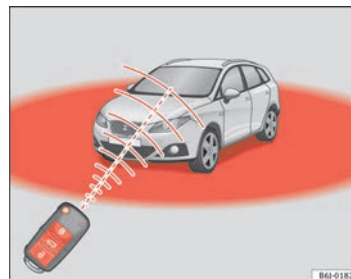

Abb. 43 Wirkungs-
Zudem blinkt die Batterie-Kontrollleuchte des Schlüssels ⇒ Abb. 43 auf.
- Die Funk-Fernbedienung funktioniert nur innerhalb seines Wirkungsbereiches ⇒ Seite 81, Abb. 43.